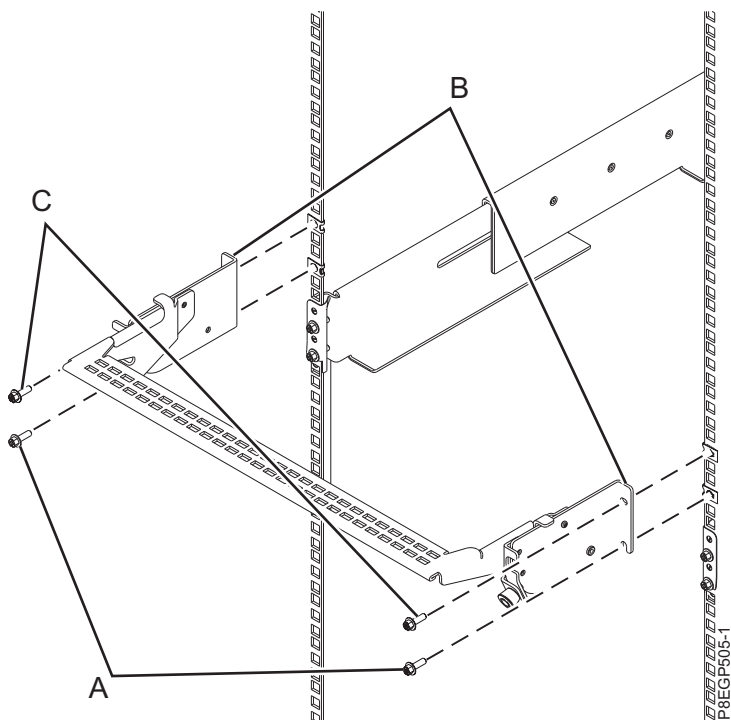

Figura 10. Colocación de la abrazadera portacables
- En la parte posterior del bastidor, apriete parcialmente los dos tornillos M5 (A) directamente encima de las abrazaderas del riel del cajón donde se colocan los clips de tuerca. Estos dos tornillos son los dos tornillos inferiores que fijan la abrazadera portacables con el bastidor. Consulte la Figura 10 en la página 12.
- Coloque la parte inferior de los rebordes de montaje de la abrazadera portacables (B) sobre los dos tornillos M5 para fijar los rebordes de la pieza de sujeción al bastidor.
- Alinee la pieza de sujeción de forma que los rebordes de montaje (B) se alineen con los orificios superiores de los rebordes del bastidor, tal como se muestra en la Figura 10 en la página 12.
- Apriete del todo los dos tornillos M5 superiores (C) por encima de la abrazadera del riel donde se han colocado los clips de tuerca.
- Termine de apretar los dos tornillos M5 inferiores (A).